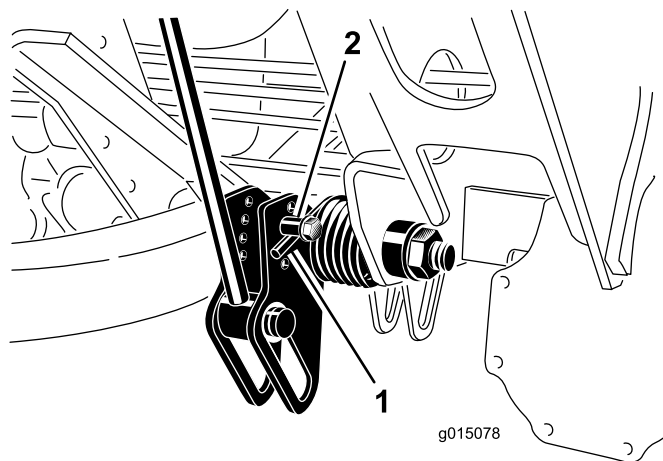

Figura 41
2. Insira um tubo ou objecto semelhante na extremidade longa da mola para aliviar a tensão da mola durante o ajuste (Figura 41).
3. Enquanto alivia a tensão da mola, retire o parafuso e a contraporca que prendem o actuador de mola ao suporte (Figura 41).